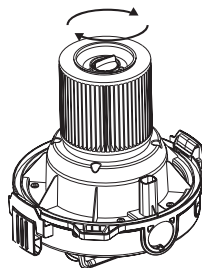

Fig. 17 – Retirando o filtro / efetuando a limpeza e secagem / remontando
3. Para retirar o filtro, gire a trava da parte inferior para a posição aberto. Realize a limpeza do filtro e da película do filtro conforme sequência da fig. 17. Caso o filtro esteja com excesso de sujeira, providencie a troca por um filtro novo;